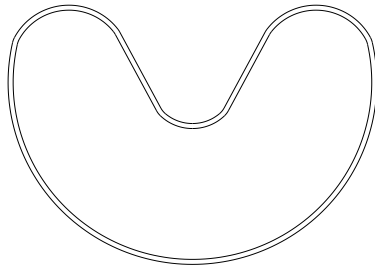

Bild 15: Montage von Dichtung und Abstreifer
- Setzen Sie beidseitig neue Dichtungen (Bauteil 1.3 und 1.4) und Abstreifer (Bauteil 1.2) in das Gehäuse ein. Hierzu können die Bauteile herzförmig geformt werden (siehe Bild 15).